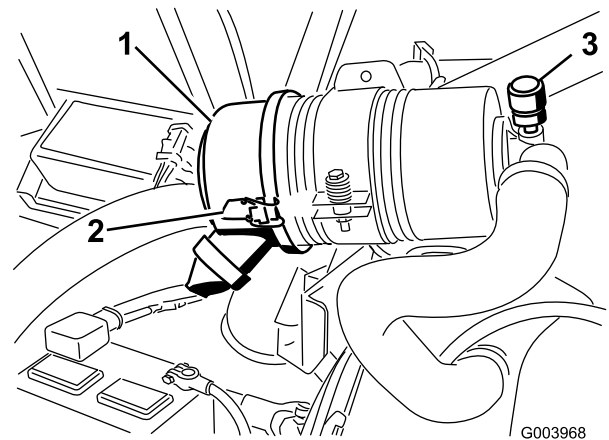

Figura 49
Revise el filtro del limpiador de aire únicamente cuando el indicador de mantenimiento (Figura 49) lo requiera. El cambiar el filtro antes de que sea necesario sólo aumenta la posibilidad de que entre suciedad en el motor al retirar el filtro.
1. Abra los enganches que sujetan la tapa del limpiador de aire a la carcasa del limpiador de aire (Figura 49).